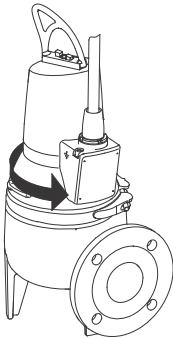

Abb. 8 Richtung der Rückbewegung
3. Bewegt sich die Pumpe kurz entgegen der vorgesehenen Drehrichtung, ist sie richtig angeschlossen. Siehe Abb. 8.